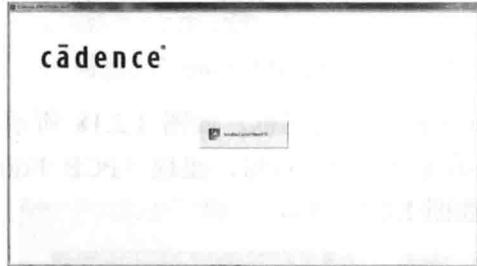
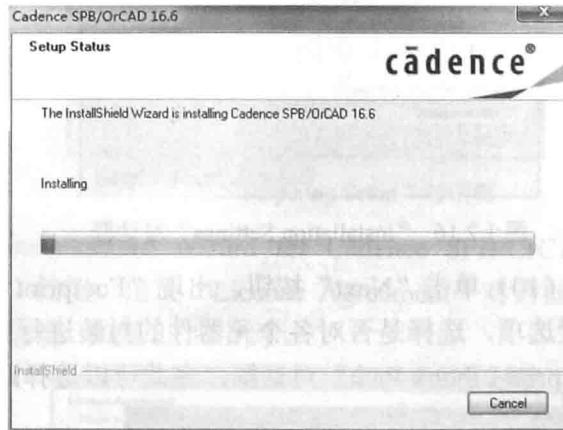

图 1.2.22 提示窗口
图 1.2.23 “Setup Status”对话框
(12) 单击“Install”按钮，出现提示窗口，提示正在安装程序，如图 1.2.22 所示。当出现软件帮助功能索引项的安装提示信息后，需要在安装过程中等待一段时间，出现“Setup Status”对话框，如图 1.2.23 所示。